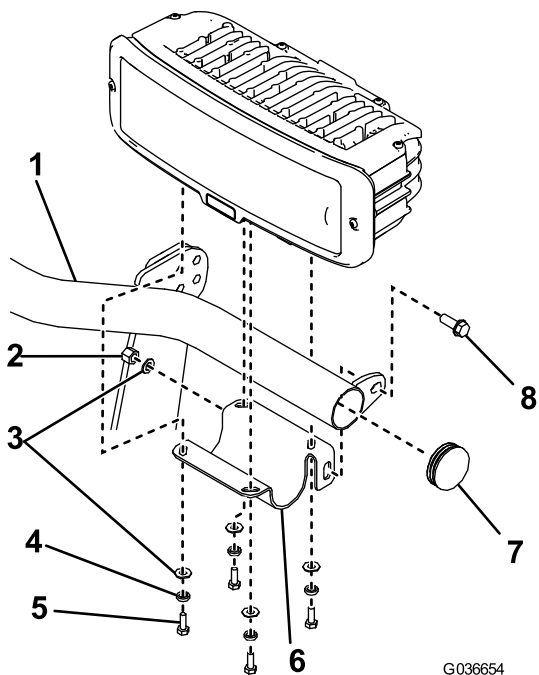

Figura 10
2. Asegúrese de que los tapones de extremo se instalen en los extremos de la barra de iluminación (Figura 10).
3. Sujete el soporte del faro izquierdo a la barra de iluminación con un perno de cabeza de brida (3/8" x 1"), una arandela plana y una contratuerca de nylon (Figura 10). Apriete los pernos a 31 N·m (23 pies-libra).
4. Sujete el faro izquierdo al soporte de faros con 4 pernos (1/4"), arandelas de presión y arandelas planas (Figura 10).